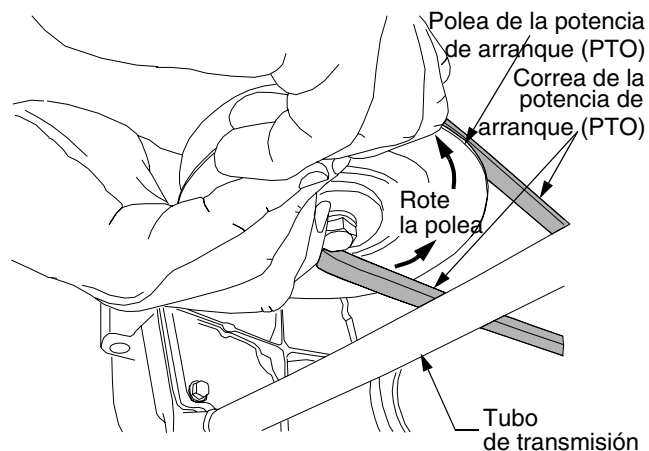

Figura 36
- Tire del lado derecho de la correa hacia atrás y coloque el lado V angosto de la correa en la polea de la potencia de arranque (PTO). Vea Figura 36.
- Mientras sostiene la correa y la polea juntas, rote la polea hacia la izquierda (Vea Figura 36). Siga sosteniendo y rotando la polea y la correa hasta que la correa se deslice totalmente en la polea de la potencia de arranque (PTO). **NOTA:** Si usa el lado izquierdo de la correa, gire la polea hacia la derecha.